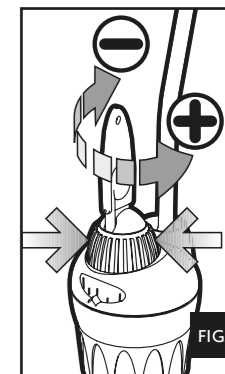

FIG. 6
- d. Tenir le bouton de réglage principal (bleu) avec une main pour éviter à l'échelle de se déplacer de celle-là déjà fixée sur le point de repère et tourner le bouton de post-calibrage (orange) vers + si la valeur de la température que vous avez mesurée est plus basse de celle-là indiquée en correspondance du point de repère, ou vers - en cas la température mesurée est supérieure à celle indiquée par le point de repère (fig. 6). Le bouton de post-étalonnage peut être réglé sur 6 diverses positions, 3 vers le + et 3 vers le -. Chaque position correspond à peu près à 1°C. Si on a réglé le chauffe-eau sur une température de 24° et on mesure 22°C, il suffit de tourner le bouton de post-étalonnage 2 positions vers +.
- d. houd de blauwe draaieregelaar vast op de ingestelde waarde en draai de oranje draaiknop ten op + of - afhankelijk van het gemeten temperatuur (afb. 6). In elk richting (+ en -) kan maximaal tot 3 graden worden afge. 6). In elk richting (+ en -) kan maximaal tot 3 graden worden aangepast. Dat kan in drie stappen van elk 1 graad Celsius. Er is een voelbare click bij het bereiken van elk stap. Is het thermostaat bij voorbeeld ingesteld op 24 graden en er worden maar 22 graden gemeten houd u de blauwe regelaar op 24 graden vast, terwijl u de oranje draaiknop om 2 posities tegen u draait. Een ijken kan alleen binnen een band van zes graden gebeuren, 3°C naar + en 3°C naar -. PROBEER ER NOOIT VERDER DAN DREI STAPPEN IN EEN RICHTING TE DRAAIEN!
- d. Mantenga el botón de regulación principal (azul) con una mano para evitar que a la escala que se desplace de la ya fijada en el punto que marca y girar el botón de post calibración (naranja) hacia + si el valor de la temperatura que ha medido es más baja que la que se indica en el punto de referencia, o hacia - en el caso en que la temperatura obtenida sea superior a la indicada en el punto de referencia (fig. 6). El botón post-calibración se puede regular sobre 6 posiciones diferentes, 3 hacia el + y 3 hacia el -. Cada posición corresponde más o menos a 1°C. Si el termocalentador se ha regulado sobre una temperatura de 24° y se ha obtenido una temperatura de 22°C, basta con girar el botón de post-calibración 2 posiciones hacia +.